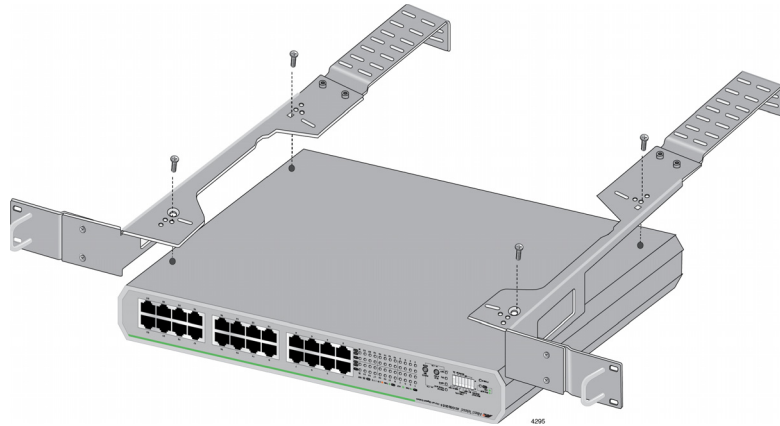

Рисунок 24. Крепление пластин к коммутатору
7. Прикрепите конструкции к коммутатору при помощи винтов М3х6мм и крестовой отвертки, как это показано на рис. 24.